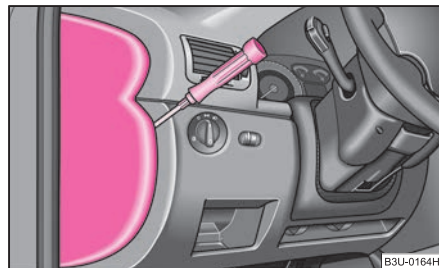

**Fig. 201 Fianco sinistro della plancia: coperchio fusibili**
- Rimuovere il coperchio fusibili con l'ausilio di un cacciavite ⇒ **fig. 201**.